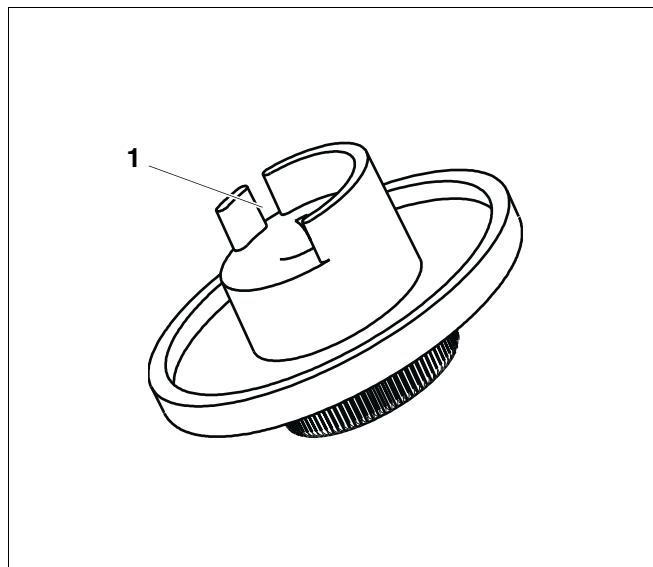

Fig. 4 Pulsante di regolazione
- Rompere la camma di arresto (fig. 4, pos. 1).